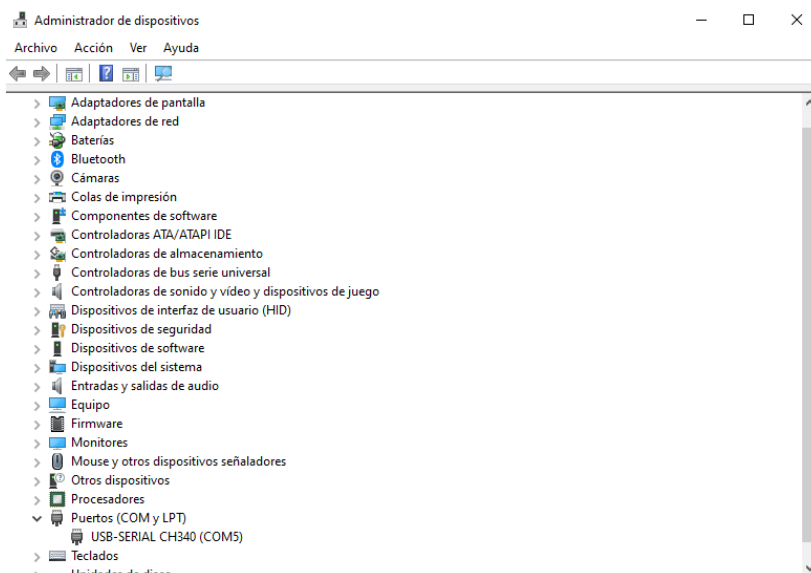

Figura B.3: Puertos COM y LPT
2. Abrir la pestaña *Puertos (COM & LTP)* y dar clic derecho en *USB-SERIAL CH340* (Figura B.3).